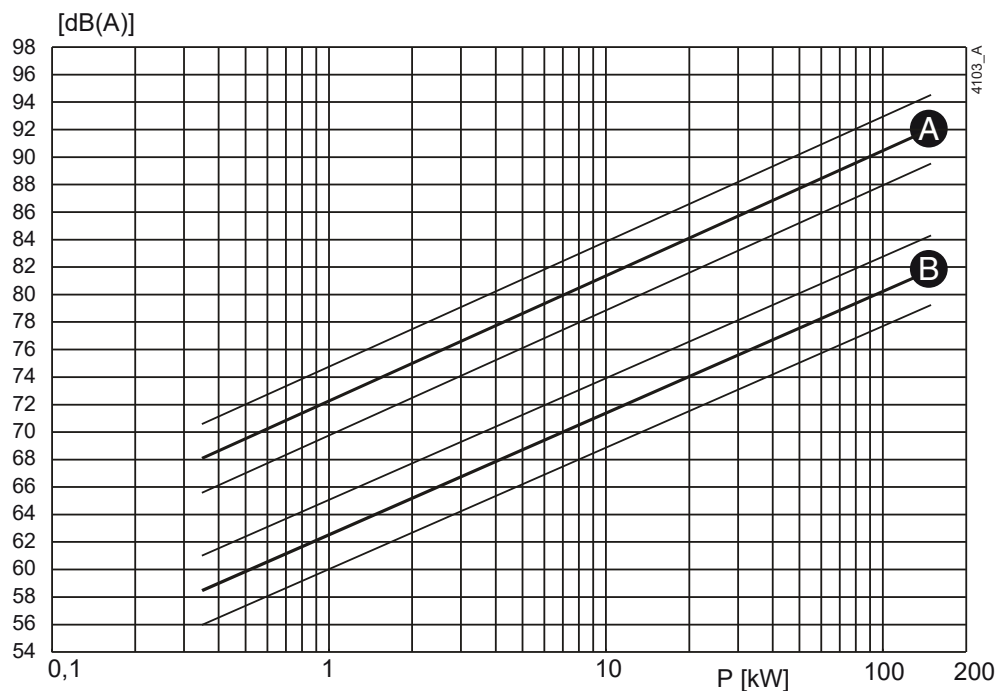
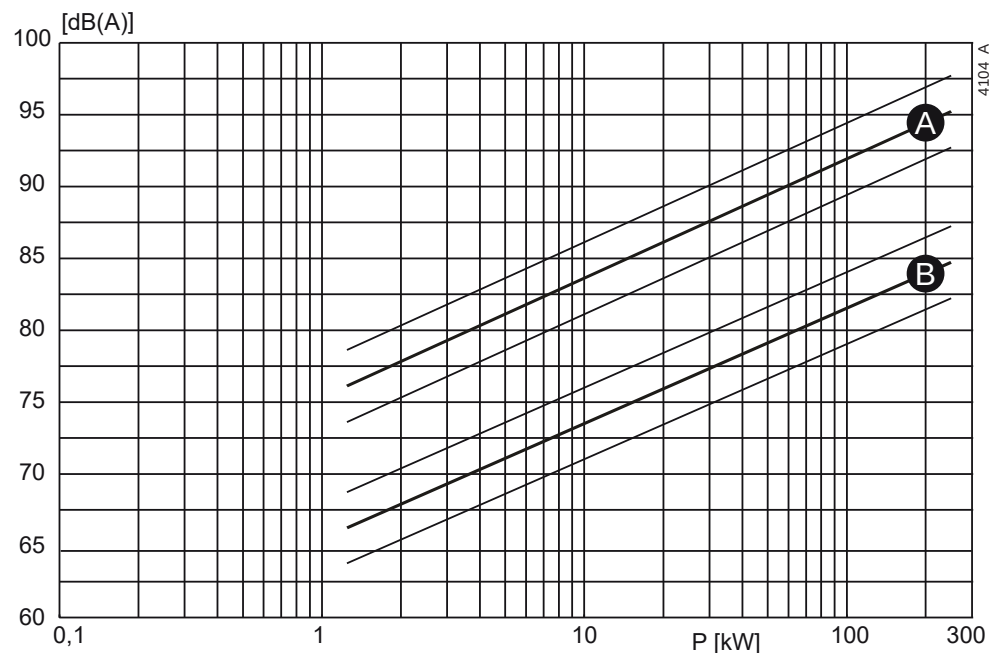

Abbildung 40: Schallpegel als Funktion der Pumpenleistung [kW] bei 1450 min⁻¹
Abbildung 41: Schallpegel als Funktion der Pumpenleistung [kW] bei 2900 min⁻¹
- 1 Um den Schallpegel (L_1) der Pumpe zu bestimmen, siehe Abbildung 40 oder Abbildung 41.